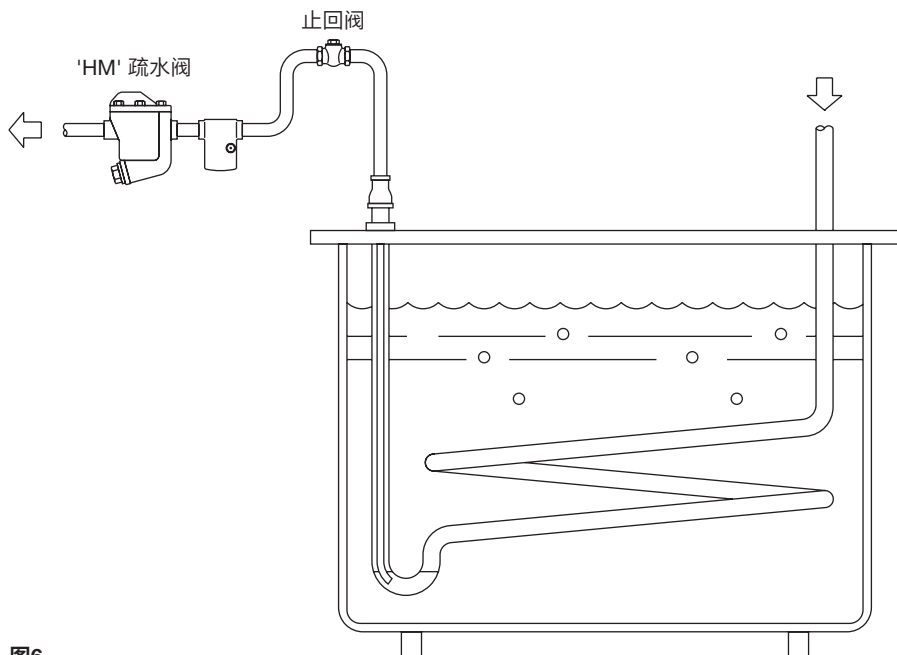

图6
- 3.8** 如果疏水阀不得不安装在高于（设备）排水点的位置，应该使用一个小口径的排水管，在底部布置一段“U”型的冷凝水密封。并在疏水阀前安装止回阀，防止阀内水封的流失。如图6所示。